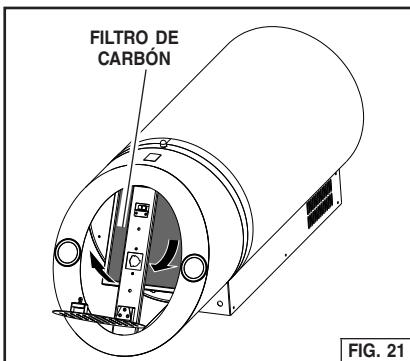

FIG. 21
- Si la campana está sin entubar, inserte el filtro de carbón en la cavidad que está detrás del filtro de grasas. Si la campana está entubada, descarte el filtro de carbón. Fig. 21.